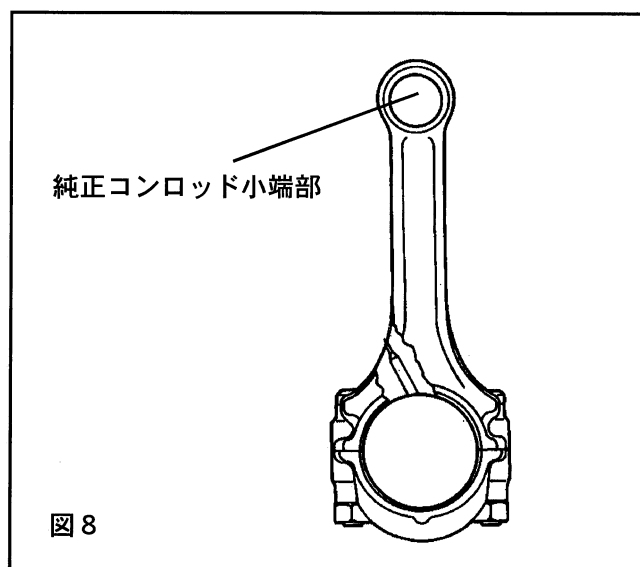

図8
7. 1 純正コンロッド小端部は純正ピストンピンと圧入されており、オイルクリアランスが基準値から外れています。コンロッド小端部にブッシュを圧入後、ホーニングして基準値内に収まるように修正して下さい。(図8)